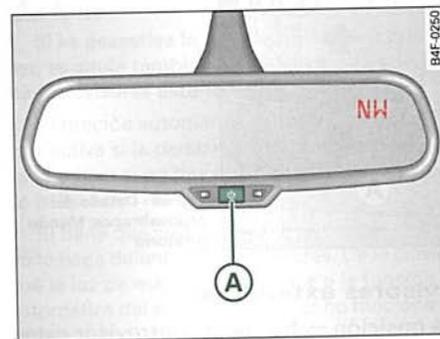

Fig. 85 Retrovisor interior: Brújula digital activada
- Pulse la tecla **A** ⇒ página 90, fig. 85 hasta que el número de la zona del campo magnético ajustada aparezca en el retrovisor interior.